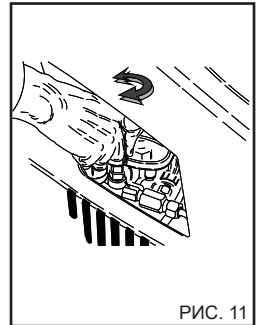

РИС. 11
Этот раздел касается только тех моделей, которые снабжены устройством «регулирования давления». Регулятор давления, рис. 11, позволяет оператору регулировать рабочее давление. Когда ручка C поворачивается против часовой стрелки (B) (минимум), рабочее давление снижается.